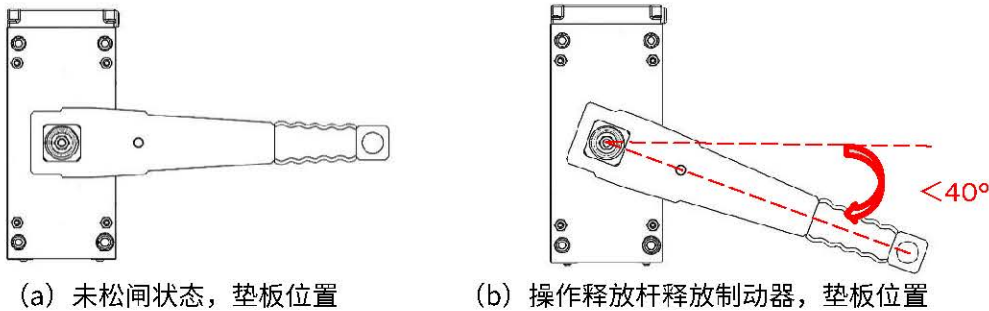

图 9-3 松闸时，垫板位置状态
- c. 通过往下压释放杆，释放左、右两个制动器至打开状态（制动器打开状态确认：即释放时，听到微动开关动作声音后，即为制动器已释放至打开状态。此时切勿再使劲往下按压连杆。如图 9-3（b）所示，手动松闸时，释放杆的旋转角度应小于 40°；
- d. 当释放杆使用完毕后，应确认垫板处于未松闸状态，如图 9-3（a）所示；
- b) 手动松闸操作完毕后，应确认制动器处于未松闸状态（如图 9-3，a），再拆卸掉释放杆，否则可能导致制动器失去部分甚至全部制动力，非常危险！